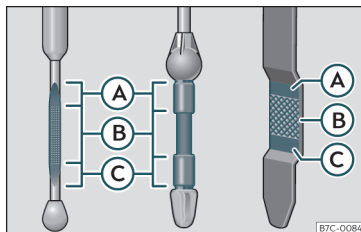

Abb. 204 Ölmessstab
»» Abb. 204. Füllen Sie gegebenenfalls Motoröl nach.
- Wenn der Ölstand mindestens den Bereich »» Abb. 204 erreicht hat, vorsichtig den Deckel des Einfüllstutzens aufschrauben »» .
Liegt der Ölstand über dem Bereich »» Abb. 204 , starten Sie den Motor bitte nicht. Dies könnte zu einer Beschädigung des Motors und des Katalysators führen. Wenden Sie sich an einen Fachbetrieb.
Der Ölstand darf keinesfalls über dem Bereich»» Abb. 204 stehen, andernfalls könnte Öl über die Entlüftung der Motorölwanne angesaugt werden und über die Abgasanlage in die Atmosphäre gelangen.